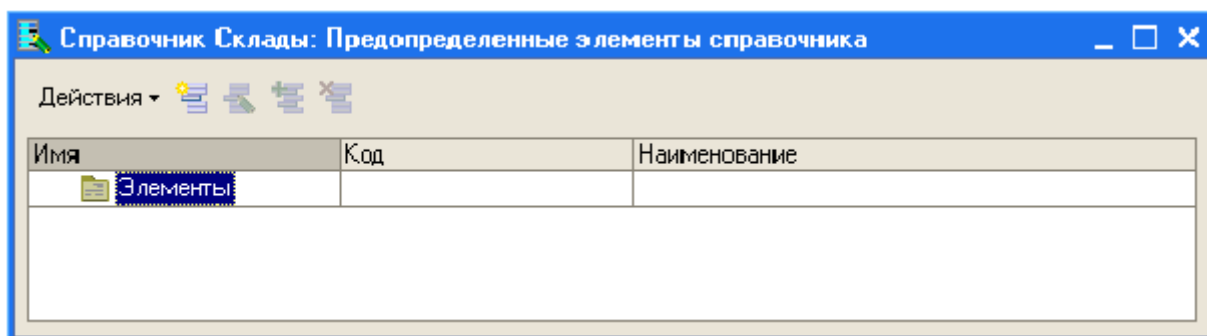
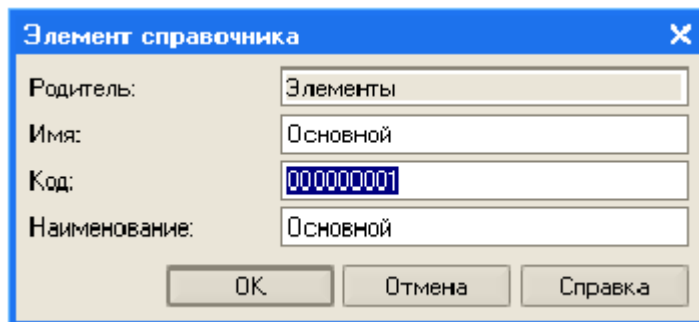

Рис. 36
Рис. 37
- в открывшемся окне **Справочник Склады: Предопределенные элементы справочника** (рис.36) выполните пункт *Действия* → *Добавить* – откроется диалоговое окно **Элемент справочника** (рис.37);
- введите в поле *Имя* название **Основной** (рис. 37);